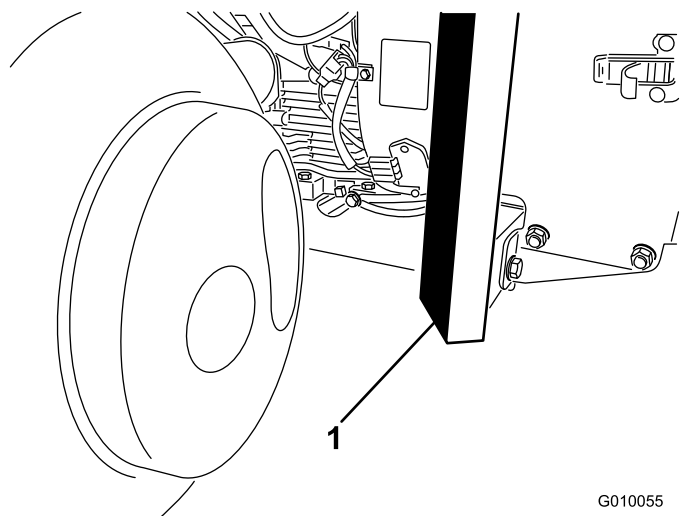

図 36
3. 機体前部のフレームの下にジャッキを確実に置く **図 36**。